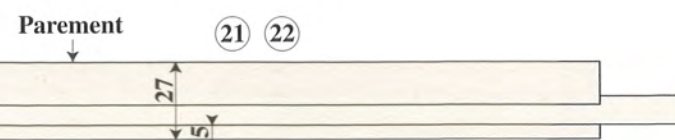

Fig. 24
Découpez à présent le panneau de la porte (23) avant d'en réaliser la moulure ainsi que celle des panneaux des côtés du meuble (9) avec les mêmes fers que ceux employés pour les autres meubles (Fig. 23)... Nous sommes en train de fabriquer un ensemble qui doit être cohérent et harmonieux ! La plate-bande du panneau arrière ainsi que le fond du tiroir sont décorés par une moulure sobre (Fig. 24).